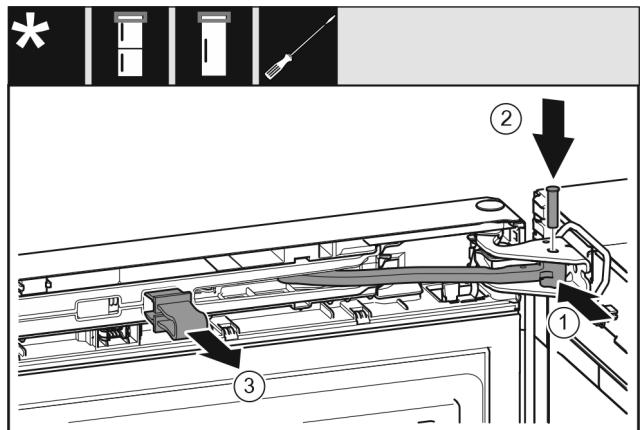

Fig. 31
- ▶ Поверните шарнир Fig. 31 (1) в опорном кронштейне.
- ▶ Вставьте палец Fig. 31 (2) в опорный кронштейн и шарнир. При этом проследите за тем, чтобы выступ фиксатора занимал правильное положение в пазу.
- ▶ Снимите предохранитель Fig. 31 (3).